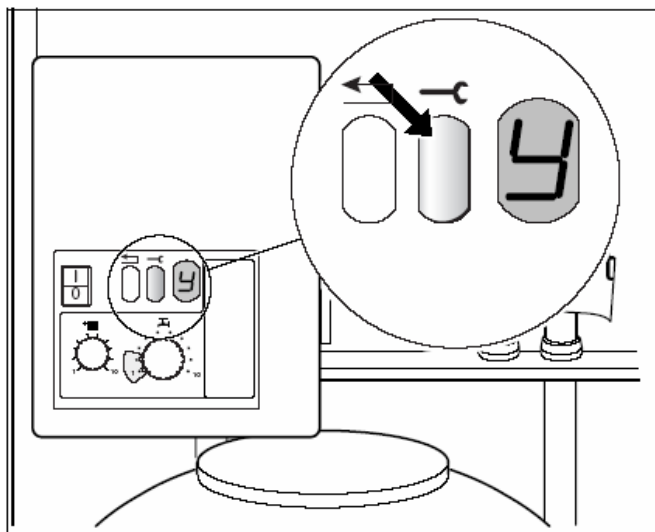

Рис. 3 Кнопка "service"
- Нажмите кнопку "service" (рис. 3)